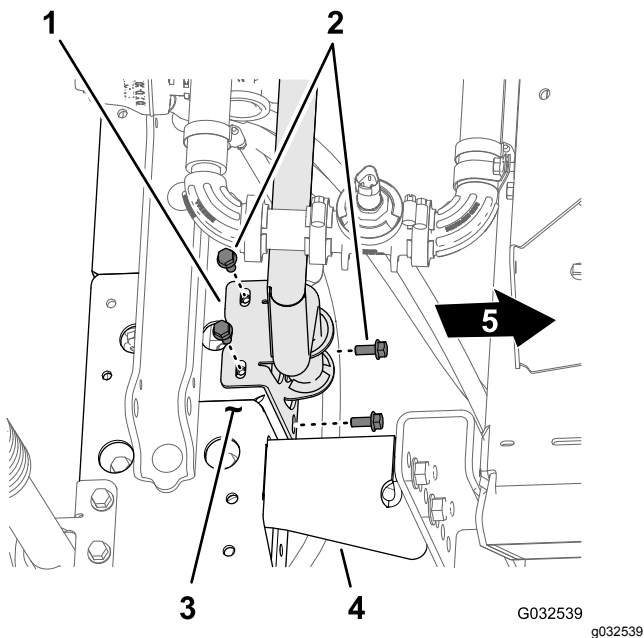
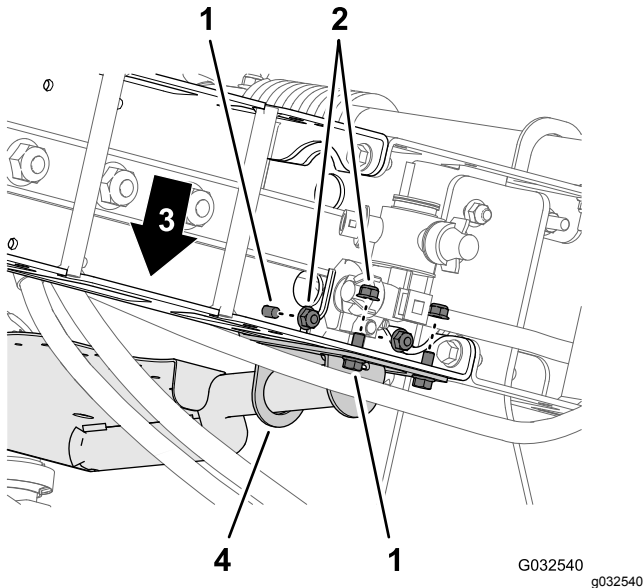

図 88
図 89
2. バルブマウントの取り付けブラケットの穴を、センターブームのトラスフレームの穴に合わせる 図 88。
3. バルブマウントをトラスフレームに固定する 図 88 と 図 89 ボルト5/16 x 3/4 インチ4本とフランジロックナット5/16インチ4個を使用する。